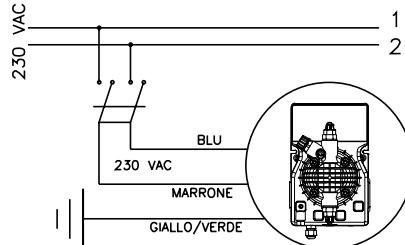

Fig. 4
- b.- Todas as nossas bombas dosadoras eletromagnéticas são monofásicas 230 V - 50/60 Hz (Fig. 4). **O cabo de alimentação é fornecido sem plugue. A bomba dosadora deve ser conectada à rede eléctrica com plugue 3 pinos (Azul e Marrom para força e Amarelo+Verde para o terra). Antes de ligar a bomba à rede eléctrica, todos os circuitos de alimentação devem ser desligados.**